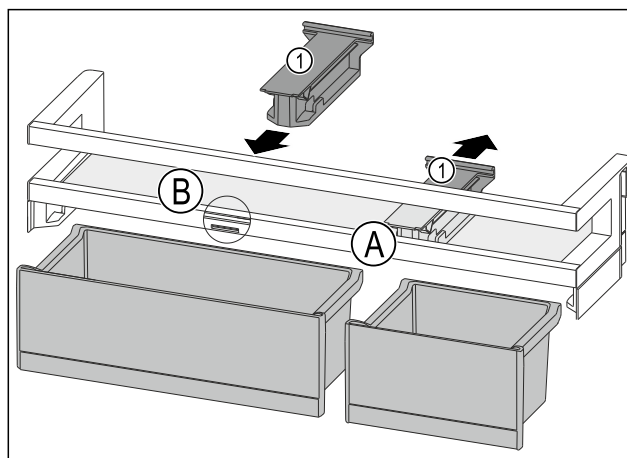

Fig. 89
- Držák Fig. 89 (1) v poloze Fig. 89 (A) stáhněte dozadu.
- Držák Fig. 89 (1) vložte v poloze Fig. 89 (B).